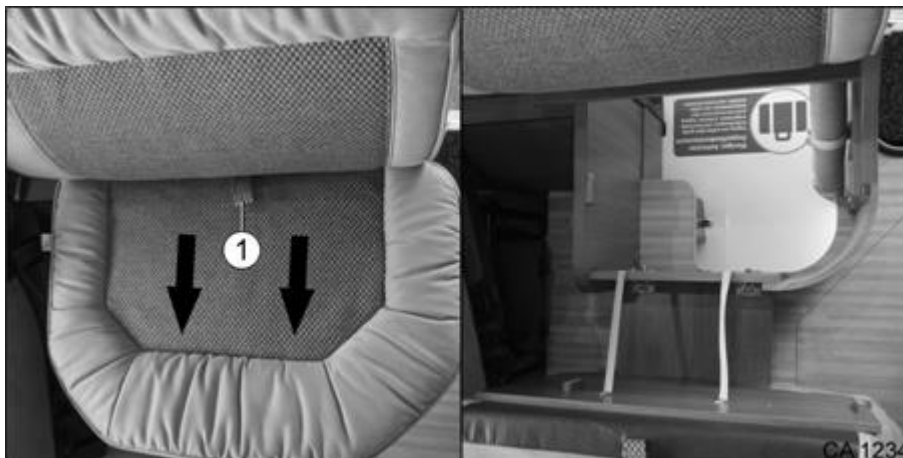

Fig. 64 Mécanisme de rabat de la banquette latérale courte
1. Tirer la poignée (Fig. 64/1) dans le sens indiqué pour accéder au rangement sous le siège.